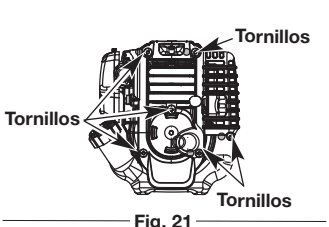

Fig. 21
1. Con un destornillador de cabeza plana o Torx T-25, quite los seis (6) tornillos en la parte posterior de la cubierta del motor (Fig. 21).